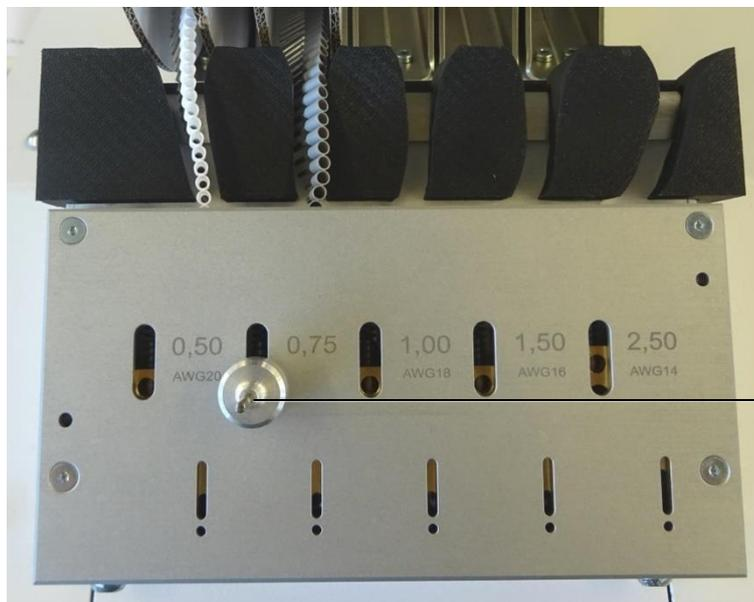

Imagen 10: Espiga de fijación arriba
- Coloque la espiga de fijación con el diámetro grande en el orificio superior (imagen 10, pos. 1) de la unidad de transporte.